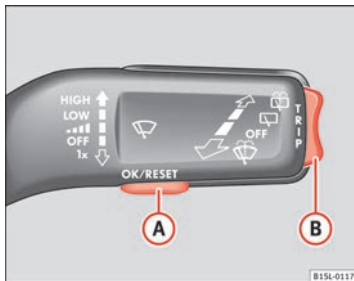

Fig. 11 Levier d'essuie-glace : touche (A) pour confirmer les points d'indication et touche à bascule (B) pour modifier les points d'indication.
⑥ **Bouton de réglage de la montre.**
- Si nécessaire, changez l'indication de l'heure en appuyant pour cela sur la partie supérieure ou inférieure de la touche à bascule ⇒ fig. 11 ⑧.
- Si un message ou le pictogramme du véhicule s'affiche, appuyez sur la touche **OK/RESET** (⇒ fig. 11 (A)).
- Appuyez sur la partie supérieure ou inférieure de la touche à bascule (B) jusqu'à ce que le point d'indication souhaité apparaisse.